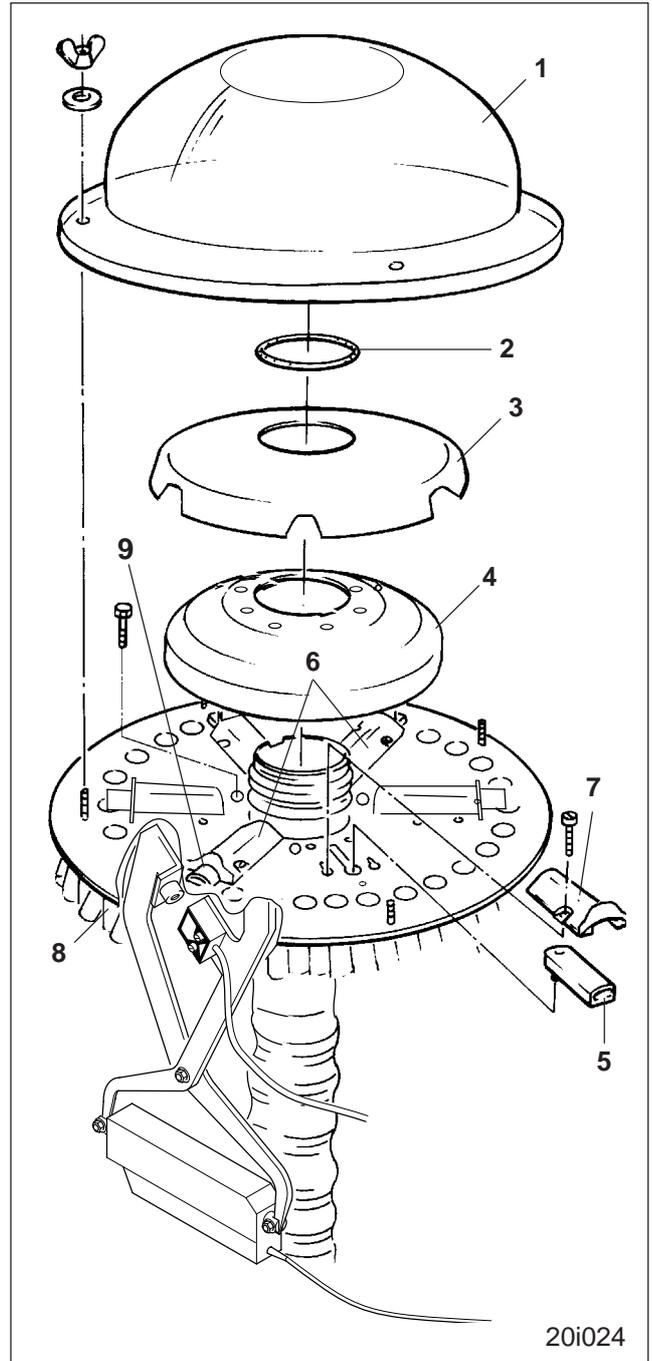

Fig. 26.13
Bei Lieferung der Maschine ist die Fahrgassenschaltung auf die Spurweite Ihres Pflegeschleppers eingestellt. Sollte es, z.B. durch Neuanschaffung eines Pflegeschleppers erforderlich werden die Fahrgassenschaltung auf die Spurweite des neuen Schleppers einzustellen, sind die Saatleitungsrohre (Fig. 26.13/8) am Verteilerkopf untereinander auszutauschen. Dabei ist zu beachten, dass die Fahrgassenschare an den Ausläufen befestigt werden, die durch die Schieber (Fig. 26.13/9) geschlossen werden können.
- Verteileraußenhaube (Fig. 26.13/1)
- O-Ring (Fig. 26.13/2)
- Verteilerinnenhaube (Fig. 26.13/3) und
- Schaumstoffeinsatz (Fig. 26.13/4) demontieren.
Montiert werden können bis zu 6 Schieber. Jeweils zwei Schieber (Fig. 26.13/6) sollten auf der Grundplatte gegenüber montiert werden. Zur Montage bzw. Demontage eines Schiebers (Fig. 26.13/5) ist der Schiebertunnel (Fig. 26.13/7) zu entfernen.